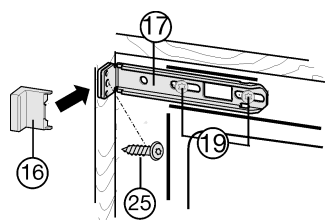

Fig. 17
- ▶ Schrauben *Fig. 17 (19)* etwas lockern.
- ▶ Oberen Befestigungswinkel *Fig. 17 (17)* mit Spanplattenschraube *Fig. 17 (25)*  $\varnothing 4 \times 19$  an der Möbelwand festschrauben.
- ▶ Das überstehende Ende der Abdeckung *Fig. 17 (16)* abbrechen.
- ▶ Schrauben *Fig. 17 (19)* festziehen.
- ▶ Abdeckung *Fig. 17 (16)* aufsetzen.